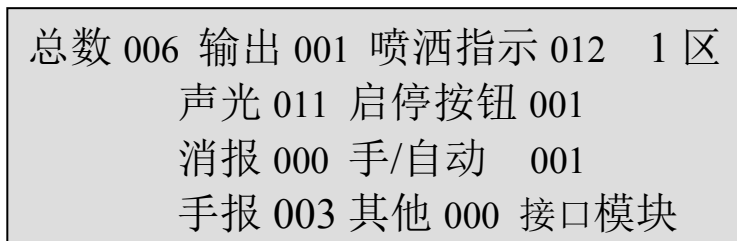

图 4.3 部件统计屏幕
**部件统计屏幕：**为了便于安装人员查看各区部件信息，在“安装调试”主菜单中选择“2 部件统计”进入部件统计菜单。部件统计是按区进行的，如图 4.3 所示，菜单中显示的是 1 区部件总数以及类型和数量。